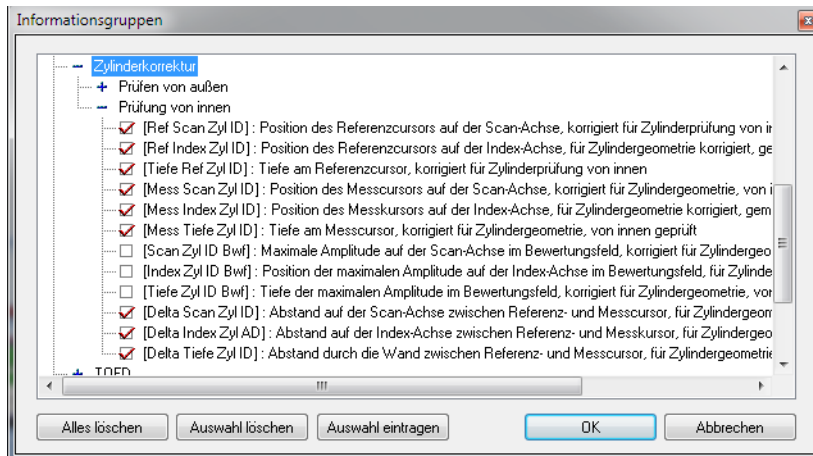

Abbildung 7-69 Auswahl von Parametern für die Prüfung von innen
1. Vergewissern Sie sich, dass zumindest der rote Referenzkursor in der Vk-Vorderansicht (D) angezeigt wird, bevor die Zylinderkorrektur aktiviert wird.
2. Wählen Sie in der Vk-Vorderansicht (D) die zutreffenden Informationsfelder (für AD oder ID-Prüfungen) wie folgt aus:
- a) Klicken Sie in der Vk-Vorderansicht (D), um sie zu aktivieren.
- e) Wählen Sie unter **Zylinderkorrektur** die zutreffenden Kontrollkästchen aus (siehe Beispiel in Abbildung 7-69 auf Seite 434, in dem ein Auswahl von Parametern für ID-Prüfungen gezeigt wird).